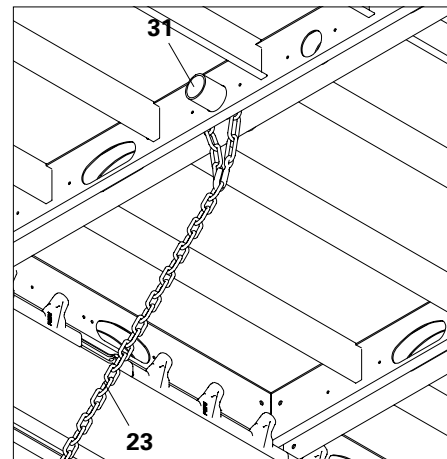

Fig. A7.03a
- Na direcção transversal, ligar os painéis ao tubo de andaime (31). Enrolar a corrente (23) à volta do tubo de andaime. (Fig. A7.03a)